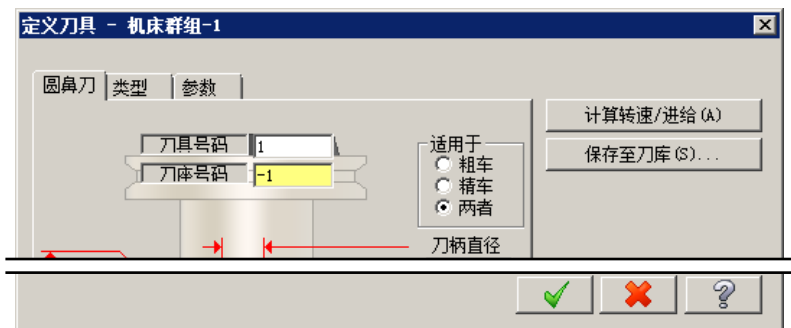

图 9.3.7 “定义刀具-机床群组-1”对话框
(1) 完成上步操作后, 在“2D 刀具路径 - 2D 挖槽”对话框刀具列表中双击该刀具, 系统弹出图 9.3.7 所示的“定义刀具-机床群组-1”对话框。